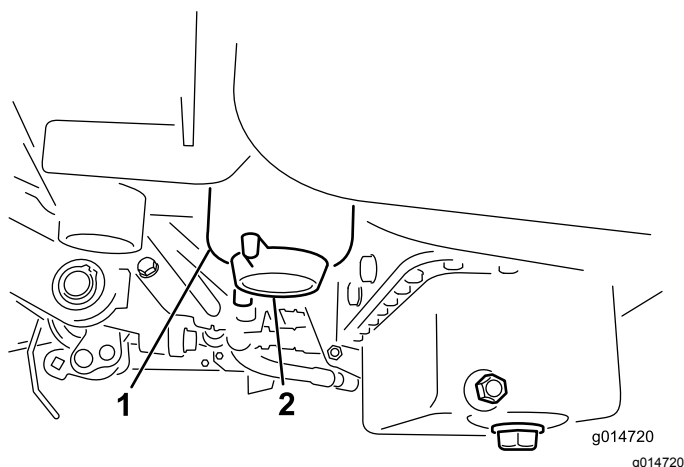

Figura 30
2. Pulite la superficie circostante la scatola del filtro (Figura 30).
4. Aprite il tappo di spurgo del filtro (Figura 30).